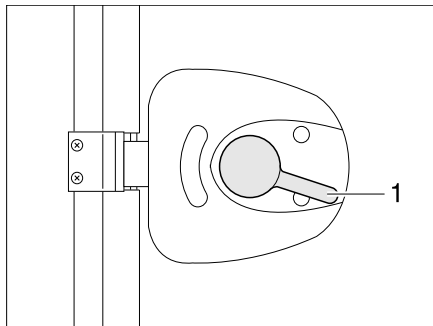

Bild 21 Türschloss Eingangstür, innen, offen
- Den Türgriff (Bild 21,1) nach unten drücken.